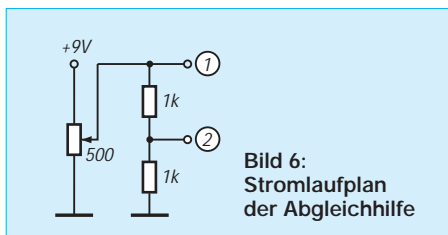

Bild 6: Stromlaufplan der Abgleichhilfe
Vorausgesetzt sei, daß die Spannungen stimmen, alle Steller in Mittelstellung stehen, das umgebaute DVM und eine Abgleichhilfe nach Bild 6 angeschlossen sind. Letztere simuliert unabhängig von der Größe der Hilfsspannung ein konstantes SWV von  $s = 3$ . Sicherheitshalber sollte man die Spannungen an den Punkten a und
- a und b der Leiterplatte miteinander und mit Punkt 1 der Abgleichhilfe verbinden (Bild 6). Meßinstrument an Punkt h der Leiterplatte ( $U_v - U_r$ ). Bei etwa  $5\text{ V}$  an Punkt 1 Spannung an h mittels R10 minimieren (auf etwa  $+2 \dots +8\text{ mV}$ ).